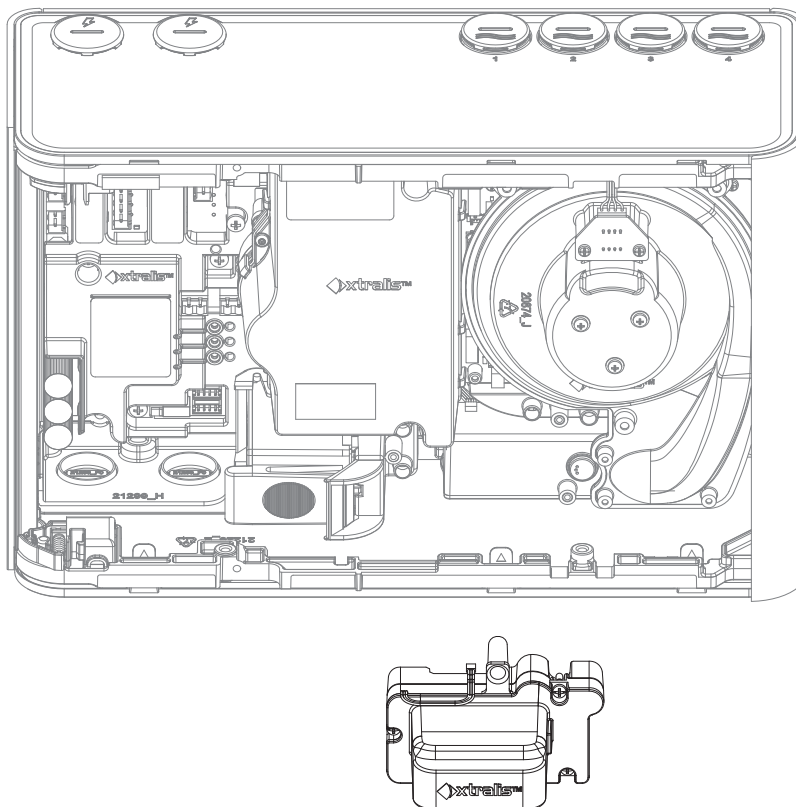

Рис. 7-22: Извлеките пробоотборный модуль
6. Извлеките пробоотборный модуль. Не забудьте поместить резиновую прокладку в основании пробоотборного модуля (Рис. 7-22).